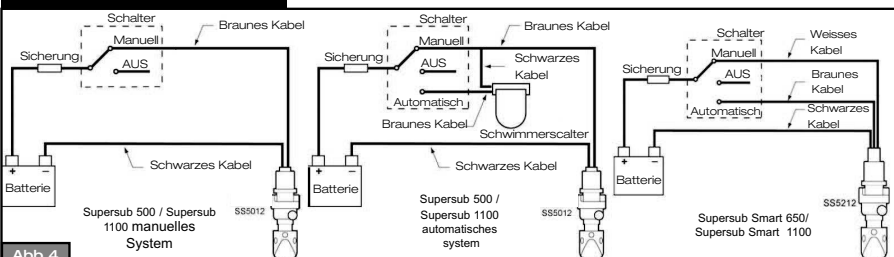
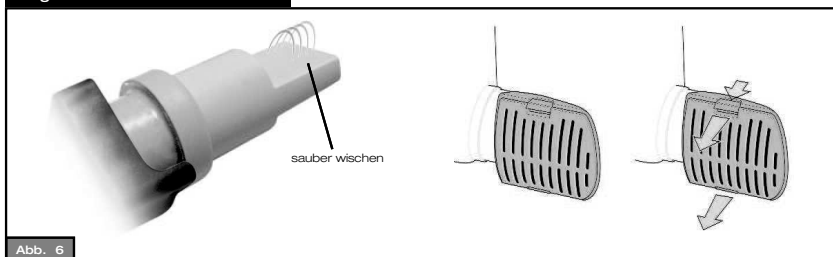

Abb.4
Abb. 6
Schritt 1: bei Alleininstallation müssen diese Pumpen aktiviert werden, indem der Schalter in die EIN-Position gebracht wird. (Abb.4, Supersub 500 manuelles System)
Schritt 1: Bei Gebrauch mit BE9001 oder BE9002 kann die Pumpe auf Automatikstellung oder manuell geschaltet werden (Abb. 4, Supersub 500 automatisches system).
Schritt 1: Bringen Sie den 3-Wege-Schalter auf Smart/Automatic (Abb. 4 Supersub Smart 650/1100) und die Pumpe springt bei Bedarf an. Decken Sie die Sensorfläche mit den Fingern ab, um zu prüfen, ob die Pumpe aktiviert ist. Lassen Sie die Fläche wieder los und warten Sie darauf, daß die Pumpe stoppt (15 Sekunden). Überprüfen Sie die Pumpe regelmäßig, um sicherzustellen, daß keine Verstopfungen auftreten (Abb.6)
| Bild 4. | Elschema |
| Bild 6. | Underhåll |